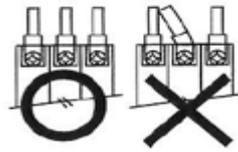

Fig.1
5. Wenn die Anschlüsse des Stabilisators über Klemmen erfolgen, müssen diese mit dem entsprechenden Anzugsmoment fest angezogen werden, um eine Überhitzung zu vermeiden. Die einzelnen Klemmen oder Leiterpole müssen parallel geschaltet werden, wie in Abb. 1 dargestellt.